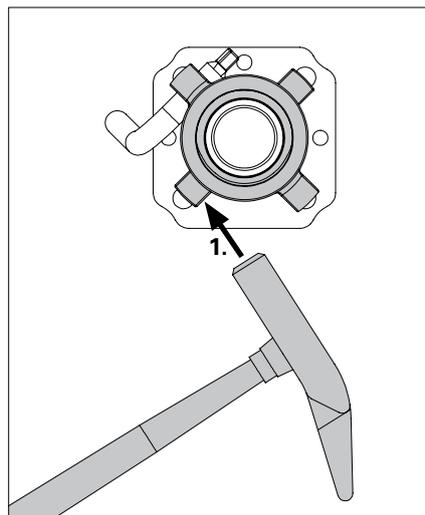

Fig. A2.02
- Un coup de marteau sur les cames à frapper (fig. A2.02/A2.02a)